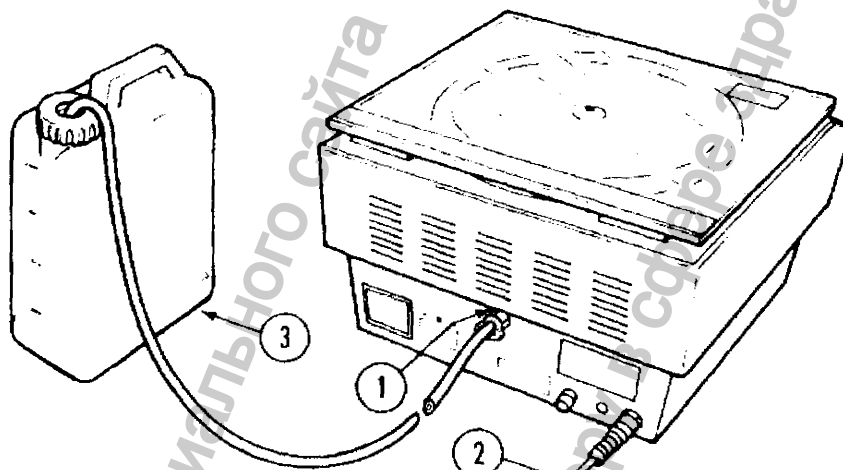

Рисунок 2-1
2. Переместите зажим на конец сливного шланга. Убедитесь, что выпускное отверстие (1) свободно. Соедините конец сливного шланга с выпускным отверстием и затяните зажим (см. Рис. 2-1).
3. Наполните сточный резервуар (3) 200-300 мл 5% раствора хлоргексидин гипохлорита или 5% раствором натрия гипохлорита (обыкновенный отбеливатель). Плотнo закройте крышкой.
6. Подключите кабель питания (2) к заземленному источнику питания (см. требования к источнику питания).